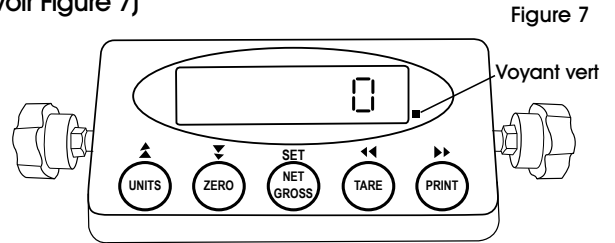

Figure 7
- Appuyez sur PRINT (IMPRIMER) pour faire défiler jusqu'à « F10 ». Appuyez sur ZERO (ZÉRO) et vérifiez que la valeur est « 0 ». Appuyez sur NET/GROSS (NET/BRUT) pour enregistrer. Appuyez sur UNITS (UNITÉS) pour quitter. (Voir Figure 7)
- Lorsque la balance se stabilise, un voyant vert apparaît. (Voir Figure 7)